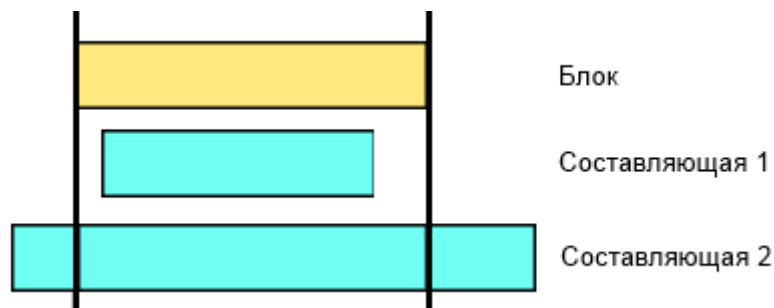

Рисунок 13.73 – Заявки на блок и составляющие, сроки ремонта которых пересекаются со сроком ремонта блока
- 4) Поданы заявки на блок и составляющие блока, сроки ремонта которых пересекаются со сроком ремонта блока (Рисунок 13.73), при этом: